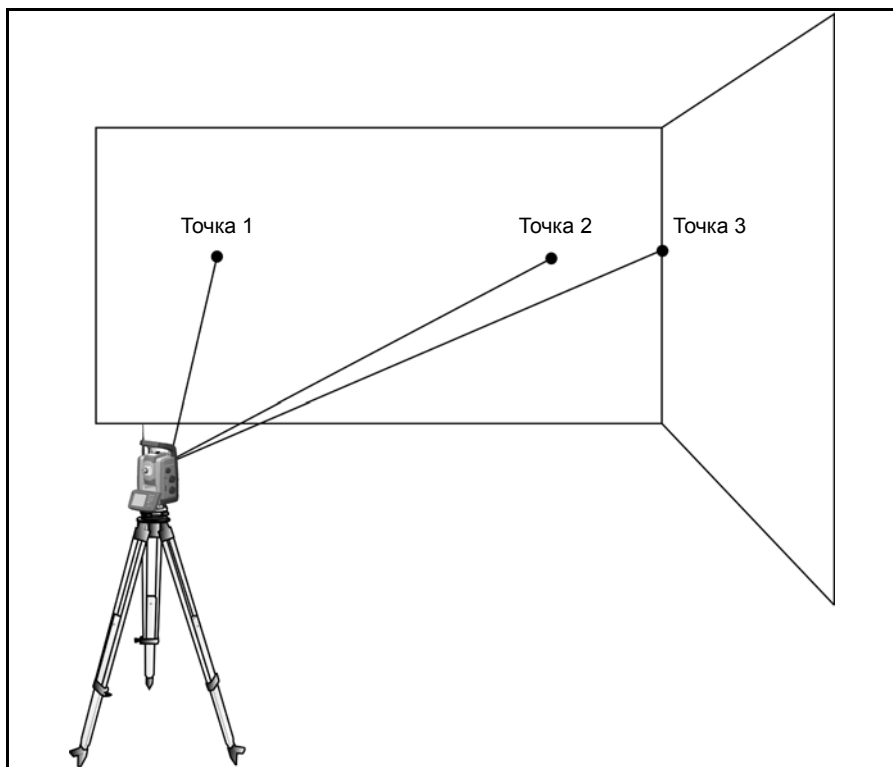

Рис. 6.47. Смещенное измерение
2. Наведите инструмент на угол, чтобы записать правильный горизонтальный и вертикальный угол. См. рис. 6.47.